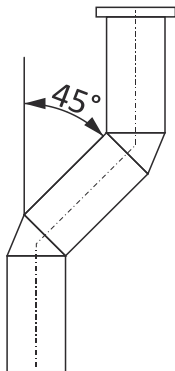

Figura 2
- La salida de humos ideal debe ser realizada en vertical y no cambiar de dirección en un ángulo superior a 45°, preferiblemente 30°, con respecto a su posición vertical, ver *figura 2*.